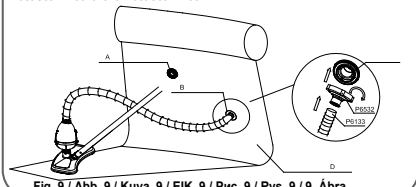
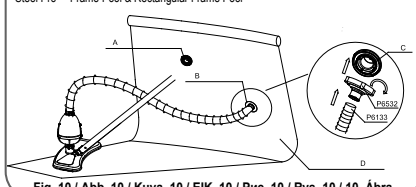

Fig. 9 / Abb. 9 / Kuva. 9 / EIK. 9 / Psc. 9 / Rys. 9 / 9. Ábra
Fig. 10 / Abb. 10 / Kuva. 10 / EIK. 10 / Psc. 10 / Rys. 10 / 10. Ábra
- For pool equipped with connection valves: remove the debris screen from inside of the pool's outlet valve and screw the hose adapter (P6532) onto the outlet valve. Connect the hose (P6133) to the hose adapter (P6532). (See Fig.9 and See Fig.10)
- Para piscinas equipadas com válvulas de ligação: remova a tela de protecção dos refugos de dentro da válvula de saída da piscina e aperte o adaptador da mangueira (P6532) na válvula de saída. Ligue a mangueira (P6133) ao adaptador da mangueira (P6532). (Veja Fig.9 e Fig.10)
- Para piscinas equipadas con válvula de conexión: Quite la pantalla de desechos desde dentro de la válvula de salida de la piscina y enrosque el adaptador de la mangueira (P6532) en la válvula de salida. Conecte la mangueira (P6133) al adaptador de la mangueira (P6532). (Vea Fig.9 y Fig.10)
- Für Pools mit Anschlusshentel-Ausstattung: Entfernen Sie das Schmutzsieb aus dem Pool-Ablassventil und schrauben Sie den Schlauchadapter (P6532) auf das Ablassventil. Schließen Sie den Schlauch (P6133) an den Schlauchadapter (P6532) an. (Siehe Abb.9 und siehe Abb.10)
- Voor zwembaden uitgerust met aansluitkleppen: haal het scherm uit de uitlaatklep van het zwembad en schroef de slangadapter (P6532) op de uitlaatklep. Sluit de slang (P6133) aan op de slangadapter (P6532). (Zie Fig.9 en Zie Fig.10)
- Per piscine con valvole di connessione: rimuovere lo schermo protettivo dalla valvola di uscita della piscina e avvitare l'adattatore per tubo flessibile (P6532) alla valvola. Collegare il tubo flessibile (P6133) al relativo adattatore (P6532). (Vedere Fig. 9 e 10).
- Pour les piscines équipées de soupapes de connexion : enlevez la grille de protection de l'intérieur de la valve d'évacuation et vissez l'adaptateur (P6532) sur la valve d'évacuation. Fixez le tuyau (P6133) à l'adaptateur (P6532). (Voir Fig.9 et Fig.10).
- Для бассейна с соединительным клапаном: выньте сетку от мусора из выпускного клапана бассейна и навинтите переходник шланга (P6532) на выходной клапан. Присоедините шланг (P6133) к переходнику шланга (P6532). (См. Рис.9 и 10)
- W przypadku basenu wyposażonego w zawory łączące: usuń siatko filtrujące z zaworu sphywowego basenu i nakręć złącze węzła na (P6532) zawór sphywowy. Podłącz wąż (P6133) do złącza węzła (P6532). (Zob. Rys.9 i Rys.10)
- För pooler som är utrustade med kopplingsventiler: avlägsna smutsfiltret från insidan av poolens utmatningsventil och skruva fast slangadaptern (P6532) till utmatningsventilen. Koppla slang (P6133) till slangadaptern (P6532). (Se Fig.9 och Fig.10).